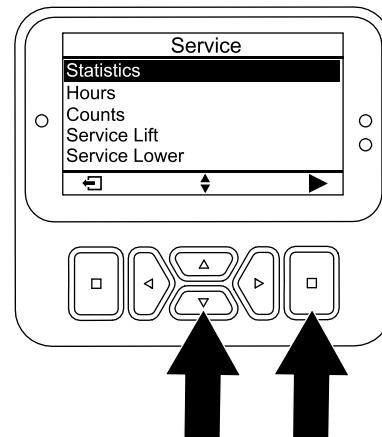

図 96
- サービス画面で、統計オプションが選択されるまで下ボタンを押し、次に選択ボタンを押す (図 96)。